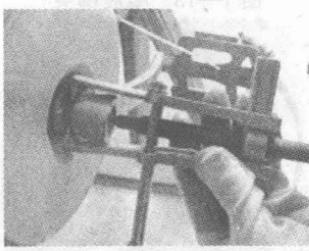

图 1—22 拉脚拐
14. 502 胶：用于电机线圈表面破损地方，起绝缘作用和其他固定作用。如图 1—23 所示。